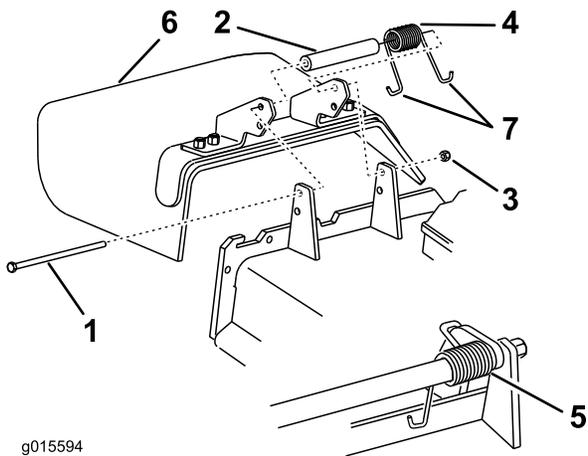

Figure 85
1. Retirez le contre-écrou, le boulon, le ressort et l'entretoise qui fixent le déflecteur aux supports de pivot (Figure 85).
2. Enlevez le déflecteur s'il est endommagé ou usé (Figure 85).
**Remarque:** Prenez soin de placer une extrémité en **J** du ressort derrière le bord du tablier avant de mettre le boulon en place, comme montré à la Figure 85.
6. Accrochez l'extrémité en **J** du ressort au déflecteur d'herbe (Figure 85).